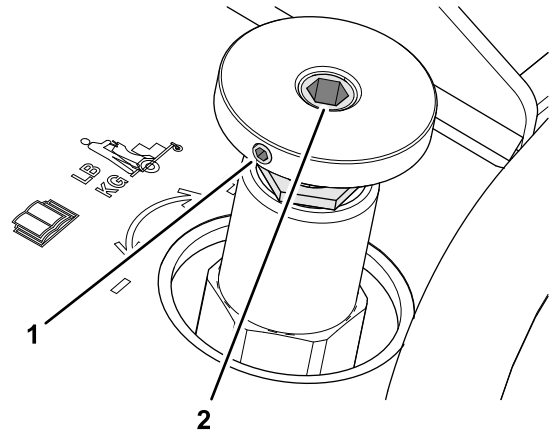

Figura 60
1. Afloje el tornillo de fijación del pomo de la válvula de control de peso; consulte Figura 60 en Ajuste de la válvula de control del peso del operador (página 52).
Nota: No tuerza el pomo mientras lo retira. Si necesita ayuda para mantener la posición del vástago de la válvula de control, utilice una llave hexagonal en el alojamiento hexagonal del vástago para mantener la alineación; consulte Figura 60 en Ajuste de la válvula de control del peso del operador (página 52).